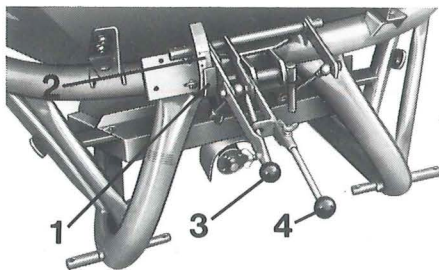
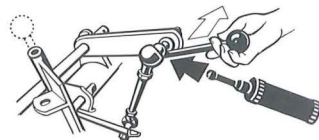

Fig. 2
Fig. 7
Som det første, ved indstillingen af kontaktgrebene, skal man passe på, at begge kontaktarme (Fig. 2/3 og Fig. 2/4) ligger an mod mængdeindstillingens stop.
Hertil skal den højre (set i køreretningen) aktiveringsstang (Fig. 2/3) trækkes så langt ud, at begge aktiveringsstænger (Fig. 2/3 og 2/4) kan påvirkes enkeltvis. Hvis længere markstykker skal spredes ensidigt, skal rørehovedets opsats (Fig. 4) tages af (se Fig. 5) den beholderspids som ikke arbejder, eller den skal afdækkes med tragtindsatsen (ekstraudstyr).
3.4 Gearstængernes kugleled, skal fra tid til anden løsnes ved hjælp af aktiveringsstangen (Fig. 2/3 eller Fig. 2/4), renses og fedtes (se Fig. 7)!